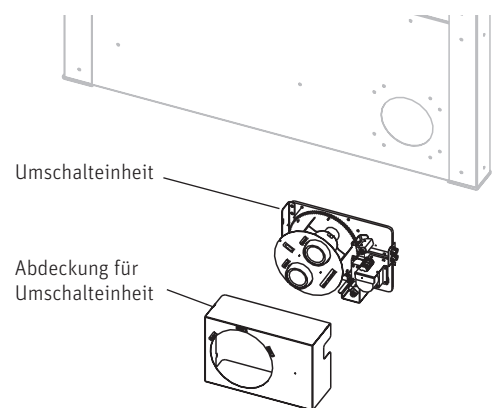

Fig. 22 Umschalteinheit montieren
Automatische Umschalteinheit in eine Trennwand zwischen Heiz- und Lagerraum oder direkt am Stahlblechtank mit beiliegendem Befestigungsschraubenset M8 x 20 (246) montieren – Fig. 22.